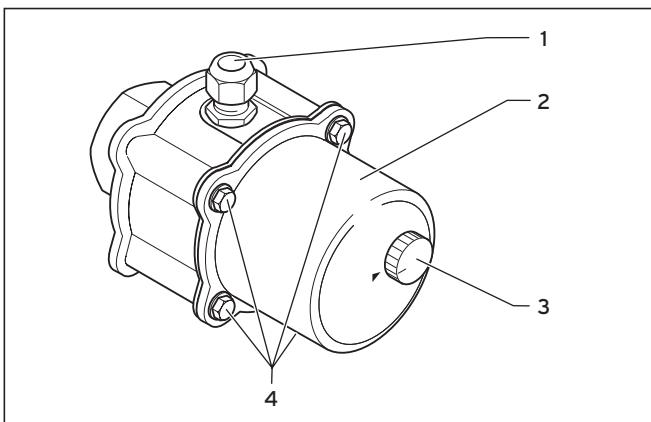

Fig. 6.1 Installation du thermoplongeur électrique
Procédure (cf. fig. 6.1 à 6.3) :
- retirez le bouton de réglage (**3**, fig. 6.1) ;
- desserrez les 4 boulons six-pans (**4**, fig. 6.1) ;
- retirez le couvercle de boîtier (**2**, fig. 6.1) ;